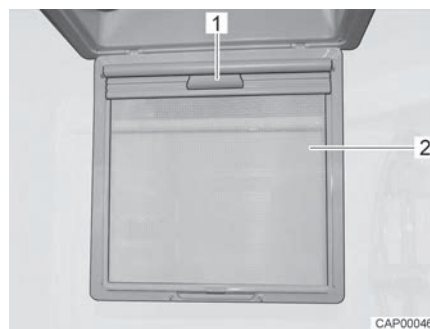

Bild 74 Mörklägningsrullgardin
- Fäll ned insektsskyddet (Bild 74,2).
- Dra ned mörklägningsrullgardinen på handtaget (Bild 74,1) tills den låser fast på motsatt sida.
- Lossa mörklägningsrullgardinen på handtaget (Bild 74,1) och för den långsamt tillbaka till utgångsläget.
- Fäll upp insektsskyddet (Bild 74,2) så att det hakar i.